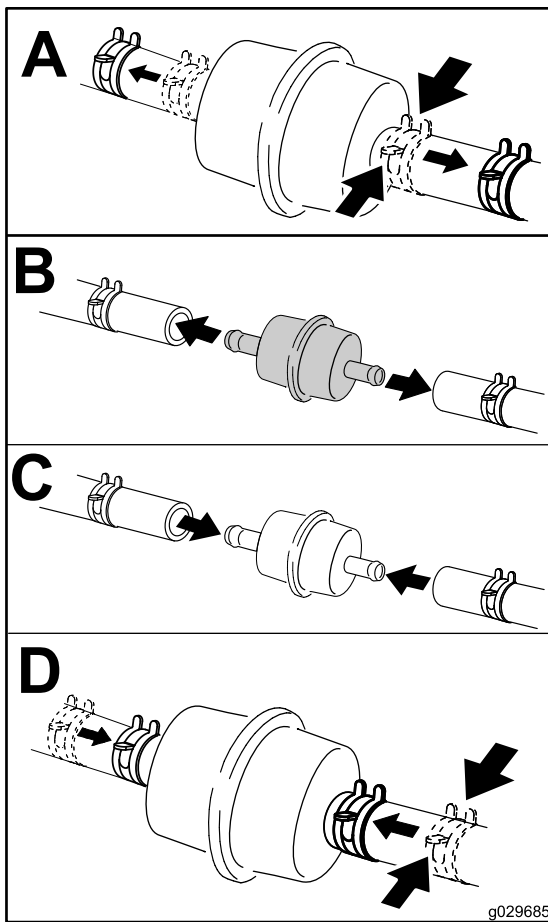

Figure 47
6. Placez un bac de vidange propre sous le filtre à carburant et remplacez le filtre à carburant comme montré à la Figure 47.